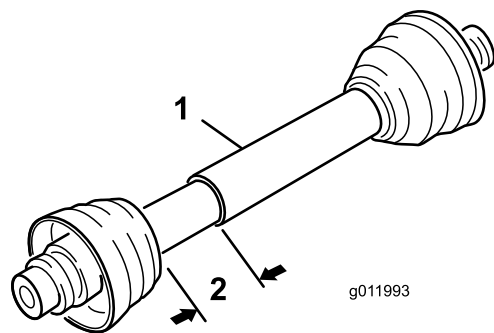

Bild 5
4. Bei der kürzesten Länge der Welle müssen die beiden Hälften der Zapfwelle mindestens 37 mm zusätzlichen Abstand oder Zusammenklappraum haben (Bild 5).